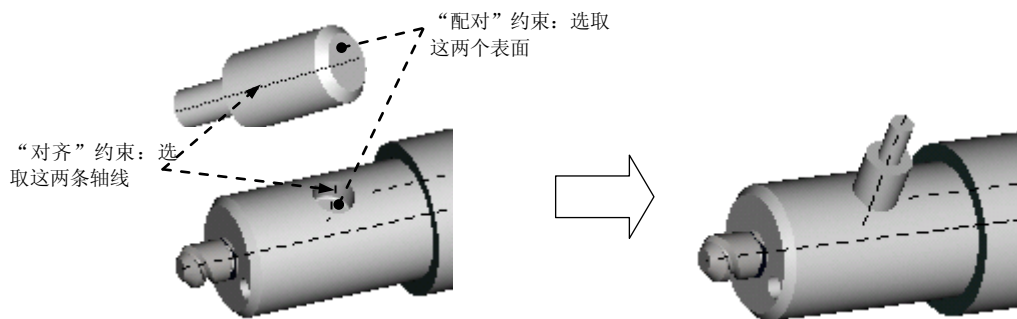

图 12.5.9 装配第一个销
Step9. 增加固定元件：按与 Step7 相似的操作方法，装配零件销（pin），参见图 12.5.9。操作提示如下。